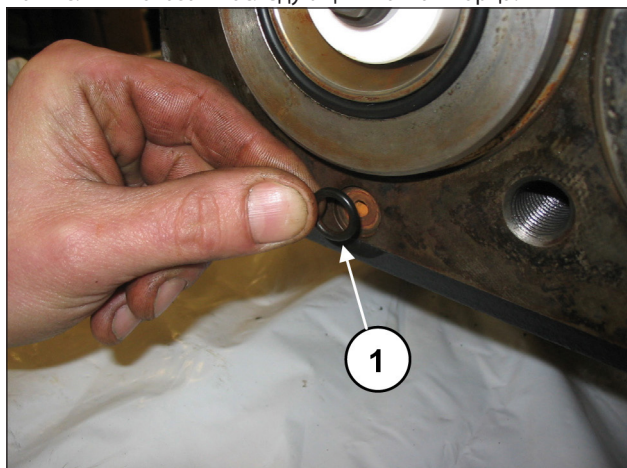

Рис. 171
Установите O-Ring отверстия рециркуляции (поз. ①, Рис. 171). Для того, чтобы уплотнительные кольца O-Ring лучше держались на своих местах, нанесите немного смазки.